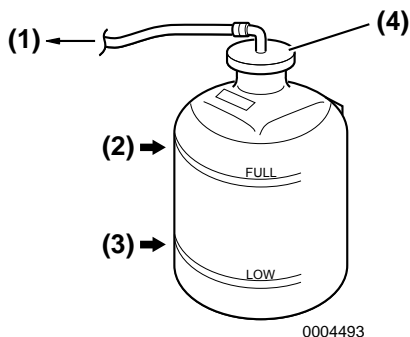

Figure 12
6. Vérifiez le niveau du liquide de refroidissement dans le vase d'expansion du liquide de refroidissement. Le niveau doit être au repère FULL (PLEIN) (Figure 12, (2)). Ajoutez du liquide de refroidissement si nécessaire.
7. Retirez le bouchon du vase d'expansion (**Figure 12, (4)**) pour ajouter du liquide de refroidissement si nécessaire. N'ajoutez JAMAIS d'eau.
9. Vérifiez le tuyau en caoutchouc (**Figure 12, (1)**) qui raccorde le vase d'expansion du liquide de refroidissement au réservoir du liquide de refroidissement / échangeur thermique. Remplacez-le s'il est endommagé.